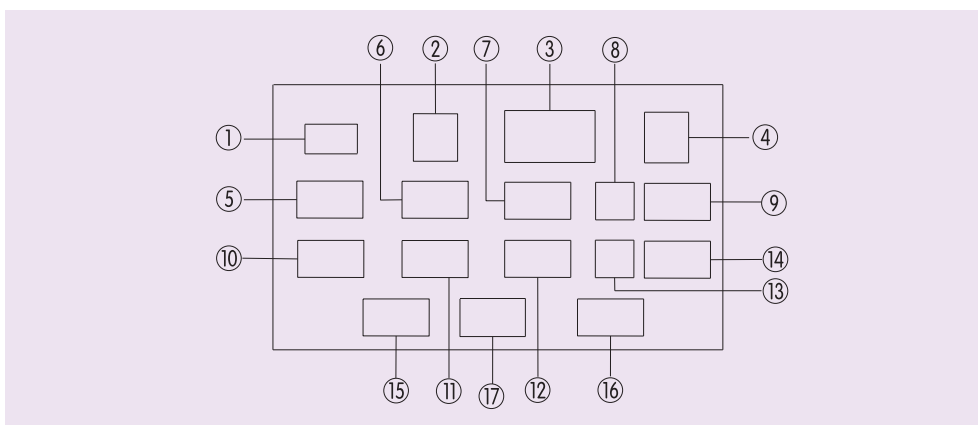
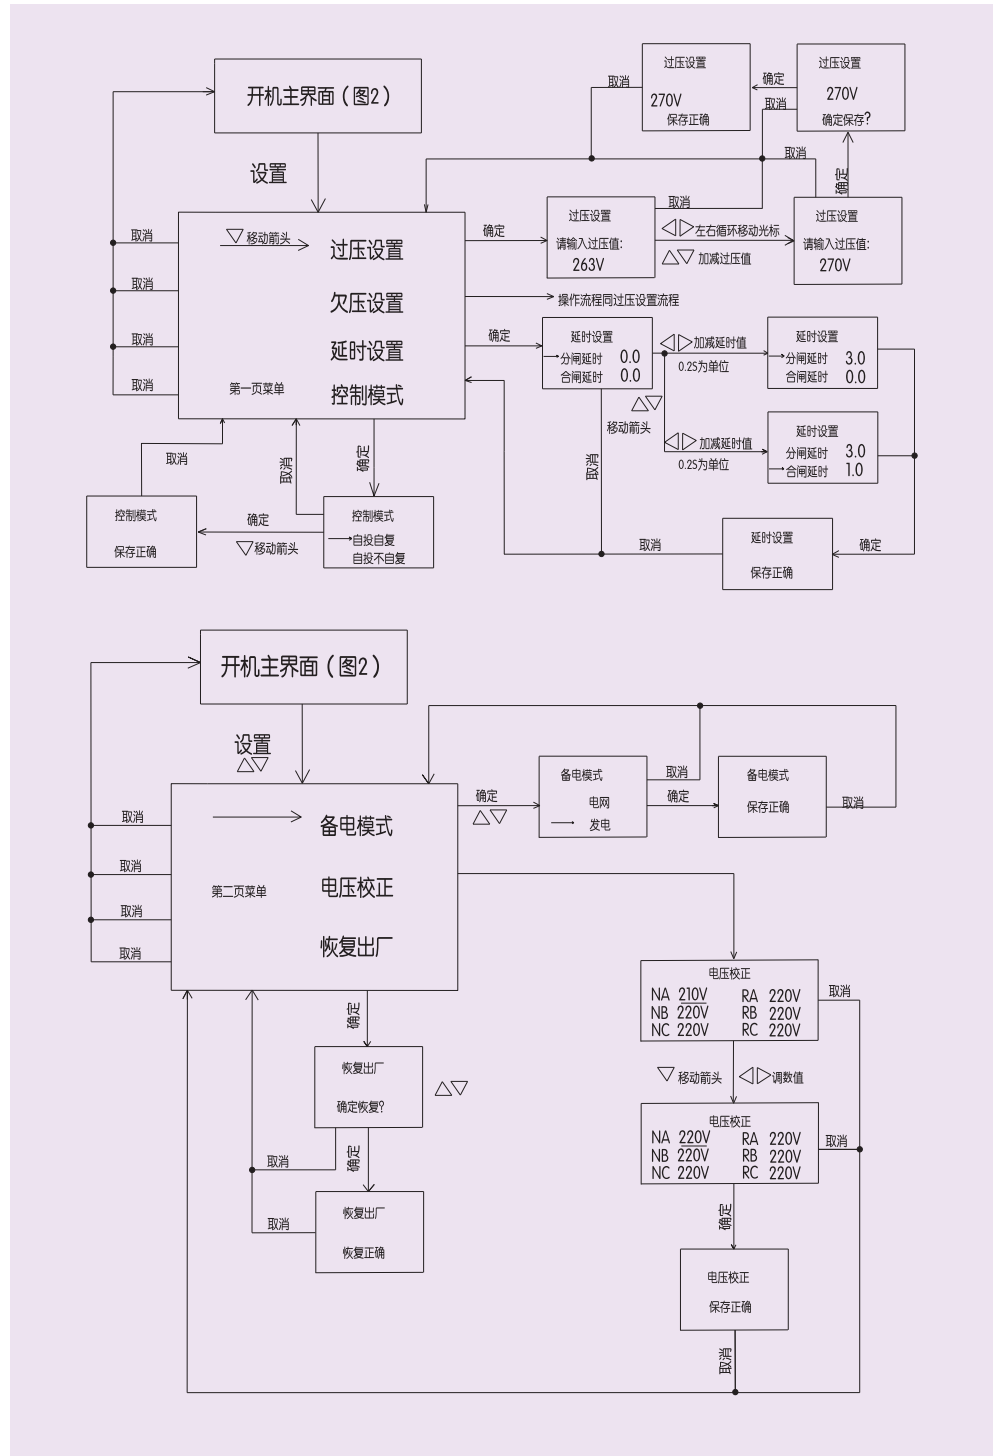

图2 控制器液晶屏显示内容
图3 控制器设置流程图
5.4.2通电后控制器进入主界面，控制器屏幕上将显示出如图2所示画面，控制器设置流程如图3。
①“装置状态”窗口：显示当前装置状态包括“常合”、“备合”、“双分”。
②“报警标示”窗口：当外接消防电源接通，装置自动切换到“双分”后出现“火”字，当此窗口连续循环显示图标时，表时装置本体或者电机出现故障。导致控制器输出的控制信号无法被执行机构执行。
③“发电模式-手自切换”窗口：显示“手动”、“自复”、“不自复”三种状态。其中自动模式下的“自复”和“不自复”在设置菜单中设定，设定完的模式与“手动”模式通过键盘上的“自/手”按钮切换并通过此窗口进行显示。
④“蜂鸣器图标”：表示备用报警蜂鸣器可用，当备用电源出现过压、欠压、断电时蜂鸣器发出响声，表示备用报警被禁用，开启或关闭备用报警声可由“取消”按钮切换。
⑤、⑥、⑦、⑧依次显示“常用”即常用电源，“电压值”，“频率值”，“对应的相位”，A、B、C相循环显示，⑥、⑦同步刷新显示该相位的电压及频率值。
⑨显示该项相的状态包括有“正常”、“欠压”、“过压”、“断相”四种状态，特别注意：当该相频率小于40Hz或大于60Hz时，即使有电压值，也会显示为“断相”。
⑩、⑪、⑫、⑬依次显示“备用”、“电压值”、“频率值”，“对应的相位”，A、B、C相循环显示、同步刷新显示该相位的电压及频率值。
- ⑭ 显示内容同⑨。
- ⑮ 分闸延时显示。
- ⑯ 合闸延时显示。